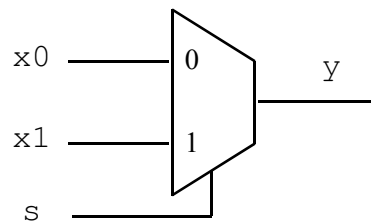

Figura 1.1: Multiplexor de 2 entradas de 1 bit.
- 1.a) (0.5 puntos) Escriba en VHDL la **entity** de un circuito multiplexor de dos señales de 1 bit. Como se muestra en la Figura 1.1, el circuito debe tener dos entradas de datos de un bit, llamadas x_0 y x_1 , una entrada de selección de un bit, llamada s , y una salida de un bit, llamada y .